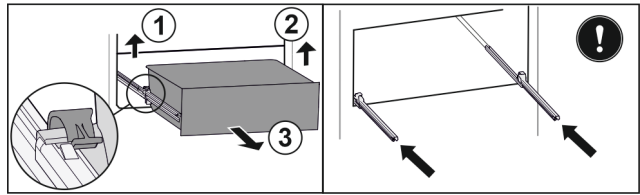

Fig. 111
- Linke Klemme anheben und gleichzeitig Schubfach links nach vorne ziehen. Fig. 111 (1)
- Rechte Klemme anheben und gleichzeitig Schubfach rechts nach vorne ziehen. Fig. 111 (2)
- Schubfach nach vorne entnehmen. Fig. 111 (3)